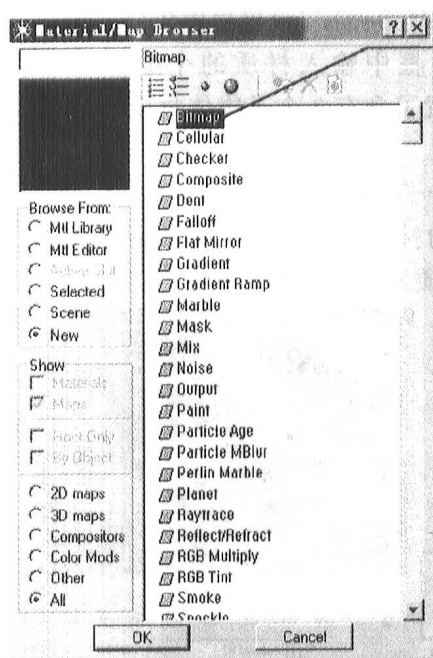

图 1-1-18
(18) 这时屏幕上出现了一个“Material/Map Browser”(材质/贴图浏览器)对话框,如图 1-1-18。选中其中的“Bitmap”(位图)贴图,然后单击“OK”按钮。